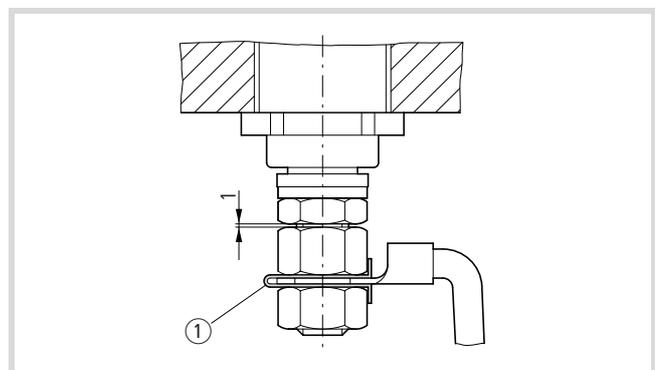

Figure 23 : Blocage de l'écrou de fixation
- ▶ Bloquez l'écrou de fixation à l'aide d'une plaque d'arrêt ① pour éviter l'auto-desserrage (→ fig. 23).